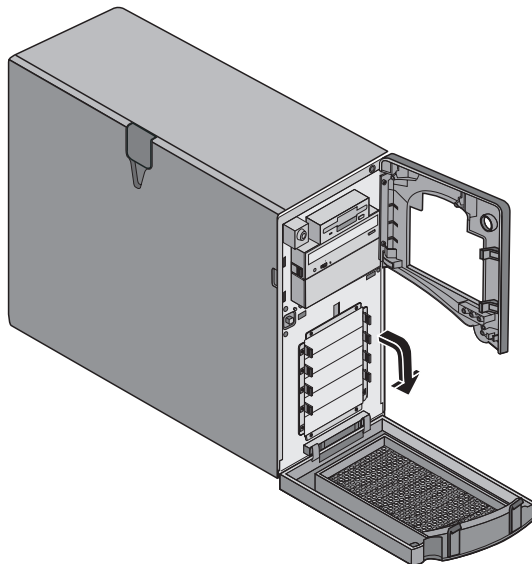

Figura 2-3: Panel biselado inferior (apertura)
- Puede accederse a los discos duros SCSI desde el panel biselado inferior frontal. Consulte la figura 2-3.
3. Presione las dos lengüetas de la parte superior del panel biselado inferior, tire del panel hacia usted y baje la puertecilla. Consulte la figura 2-3.